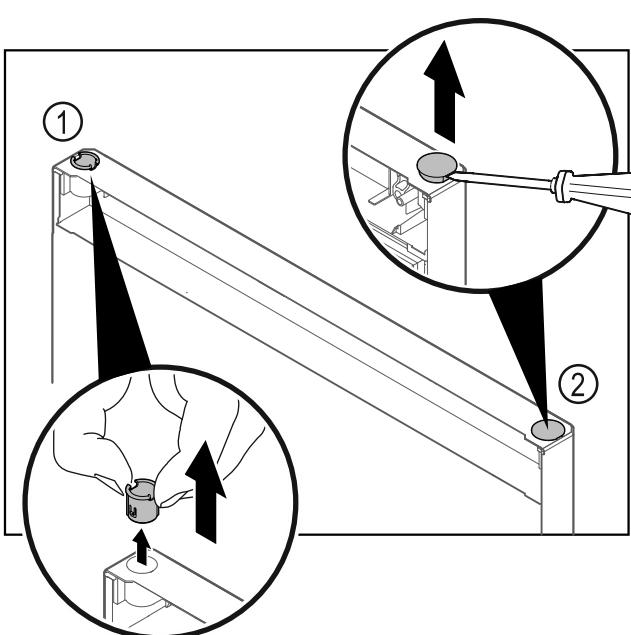

Fig. 22 冷藏区门
► 用手指拔出合页衬套 Fig. 22 (1)。
► 用带槽螺丝刀小心撬起盖塞 Fig. 22 (2)并将其拔出。